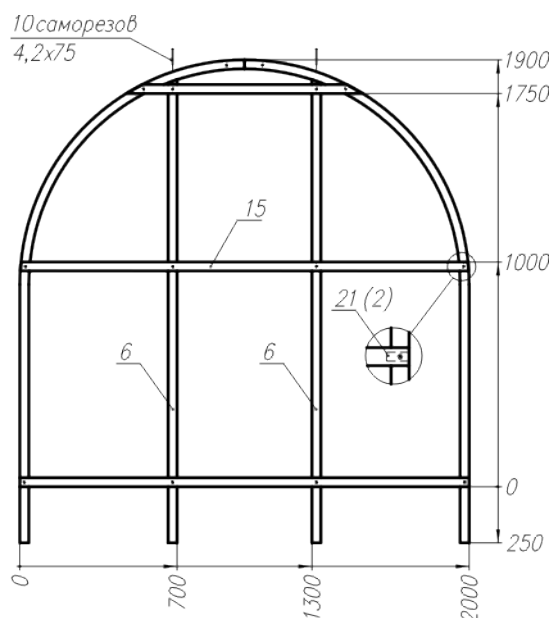
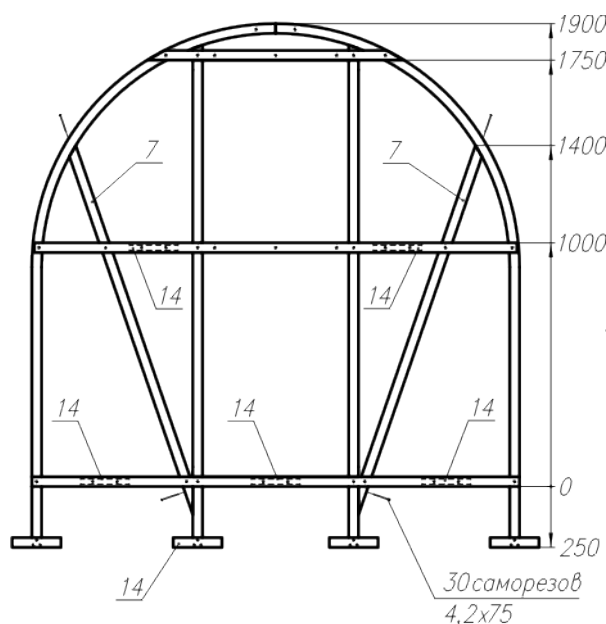

Рис. 15
Рис. 17
4.4. Соберите задний торец теплицы (рис.15-рис.17).